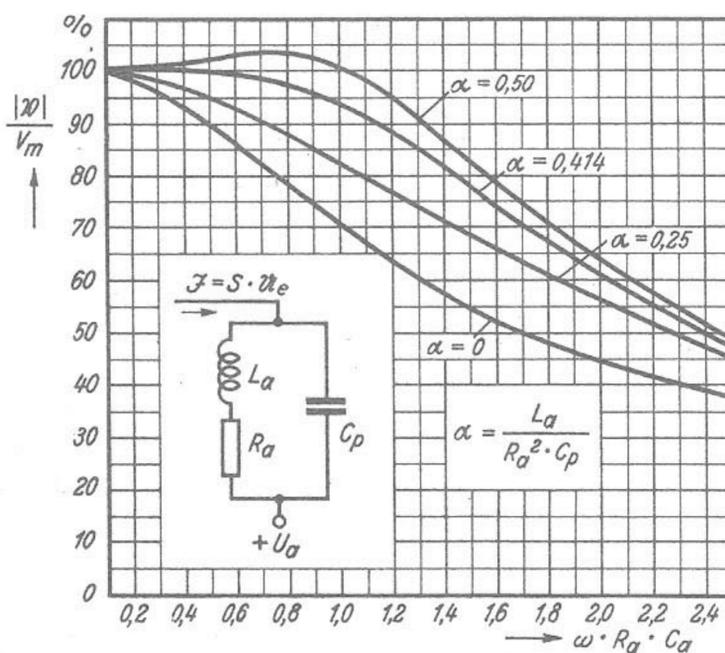

Abb. 20. Relative Verstärkung an der oberen Frequenzgrenze bei Anwendung von Anodenresonanz
Bei den einfachsten Schaltungen dieser Art liegt in Reihe mit dem Anodenwiderstand eine Induktivität. Sie bildet zusammen mit der Kapazität  $C_p$  (Abbildung 20) einen durch  $R_a$  gedämpften Schwingungskreis. Es ist dabei sowohl Reihenschaltung von Induktivität und Kapazität als auch Parallelschaltung möglich. Unter Ausnutzung der verteilten Kapazitäten — einerseits  $C_{au}/C_s$  und andererseits  $C_e$  und  $C_z$  — können so auch Filterkopplungen gebildet werden.
In Abb. 20 ist das vereinfachte Schaltbild eines Anodenkreises eingezeichnet. Die relative Verstärkung ist nun gegeben durch die Gleichung:
In Abb. 20 wird die relative Verstärkung für vier verschiedene Werte von  $\alpha$  (0, 0,25, 0,414 und 0,5), nach Formel (40) errechnet, durch vier Kurven wiedergegeben16). Es ist nun festzustellen, bis zu welchem Grade die Verbesserung des Verstärkungsverlaufes ohne sonstige Nachteile bei der Verwendung im Oszillografen getrieben werden kann.
16) Die Kurve für  $\alpha = 0$  ist mit der Kurve in Abb. 18 identisch. In Abbildung 20 ist jedoch abweichend davon der Abszissen-Maßstab  $\omega \cdot R_p \cdot C_p$  linear gewählt worden, um den Verlauf der Verstärkungskurve in der Nähe der Grenzfrequenz möglichst deutlich zu zeigen.